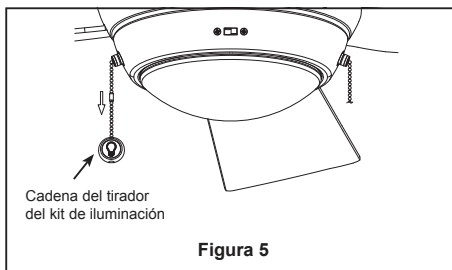

Figura 5
5. Instale la ensamble de kit de luz en la ensamble de la placa de iluminación usando los dos ranuras principales. Vuelva a colocar el tornillo retirados previamente y asegure los tres tronillos. (Figura 5)
5. Verifique el funcionamiento de la luz jalando suavemente de la cadena del tirador del kit de iluminación. (Figura 5)